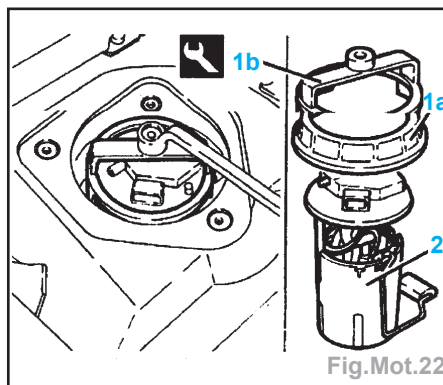

Fig.Mot.22
- Dévisser l'écrou (1a) avec l'outil (1b) et sortir l'ensemble pompe/jauge (2) (Fig. Mot.22).